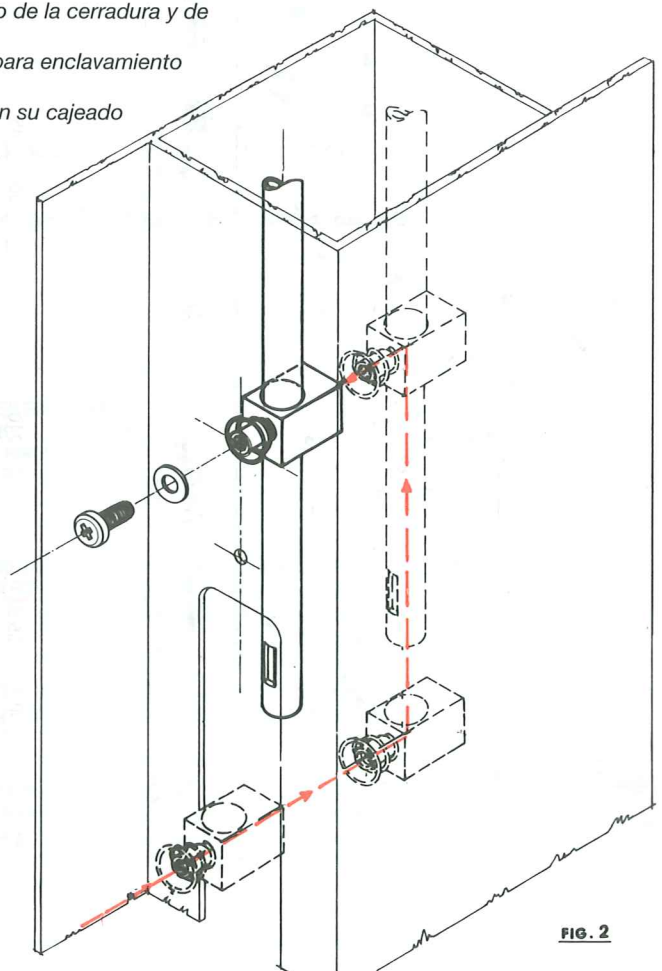
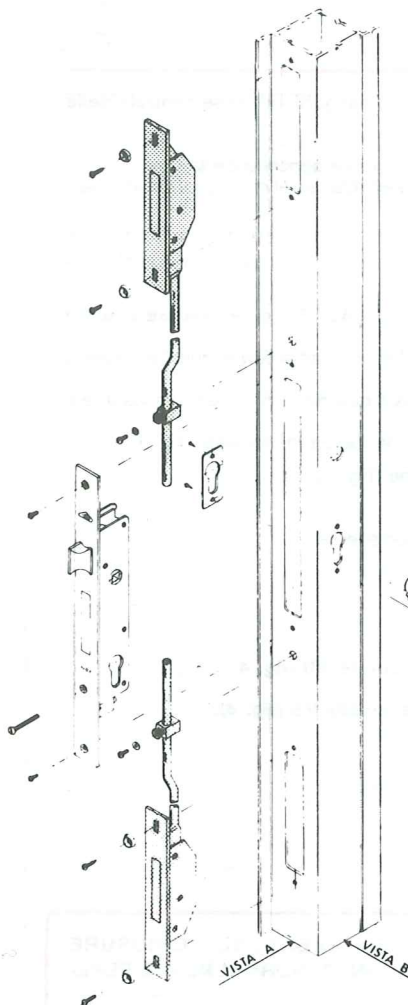

FIG. 2
FIG. 1
- Inserire il puntale mandando in appoggio il corpo sull'asta (fig. 1) e bloccarlo stringendo l'asta in corrispondenza delle gole (fig. 2) con una pinza.
- Insert the top rod into the security rod (fig. 1) and tighten by pliers (fig. 2).
- Introduire la partie de l'embout à l'intérieur de la tige (fig. 1) et serrer les deux (tige et embout inséré dedans) par des pinces (fig. 2).
- Insertar el puntal en la barra (fig. 1), bloquear con una pinza (fig. 2).
1. Infilare nelle costolette guida aste le due piastrine (fig. 1) di fissaggio della serratura.
Put the 2 plates into the rod-guide (fig. 1).
Glisser dans la guide de la tige coulisant les deux contre-plaques de fixation (fig. 1).
Ensertar en el guía-barra las dos plaquitas correderas (fig. 1).
2. Inserire all'interno del profilo due squadrette di traslazione (fig. 2) portando i fori filettati in corrispondenza dell'asola 45 x 5 mm. e avvitare a fondo la vite con testa bassa (fig. 3).
Put the 2 plate rods into the profile (fig. 2) - the screw-thread-holes have to be in correspondence with the $\varnothing 5$ holes - the cheese-head screw should be screwed properly (fig. 3).
Coulisser les deux tiges plates dans le profil (fig. 2) les trous filetés des tiges doivent être en correspondance des trous de $\varnothing 5$ et visser la vis à tête plate (fig. 3).
Ensertar en el perfil las dos varillas (fig. 2) en correspondancia de las oja $\varnothing 5$ de las plaquitas correderas y atornillar con fuerza los tornillos (fig. 3).
3. Inserire la serratura nel profilo infilando gli agganci per l'asta nelle rispettive asole della squadretta di traslazione (fig. 2).
Put the lock into the profile and then insert the rod-hooks in the plate rods holes respectively (fig. 2).
Introduire la serrure dans le profil en glissant les crochets pour la tige dans les trous des tiges plates (fig. 2).
Fijar la cerradura en el perfil ensertando los enganches de las barras en las respectivas ojas de las (fig. 2) plaquitas correderas.
Vérifier avec la clé le fonctionnement correct de la serrure. Glisser les tiges et les visser à la tige plate (fig. 2) avec ses vis (fig. 4).
Eseguire le cave per l'alloggiamento della serratura e dei deviatori (fig. 1). Realizzare i due fori $\varnothing 6$ per l'inserimento dei blocchetti guida aste (fig. 2).
Infine, utilizzando la cava della serratura, i blocchetti guida aste sull'estremità delle aste dei deviatori e spingerli all'interno del profilo facendoli scorrere sulle aste fino a portarli in corrispondenza dei fori $\varnothing 6$ (fig. 2). Tirare l'asta verso il frontale del profilo fino ad inserire nel foro $\varnothing 6$ il collarino filettato del blocchetto; quindi fissarlo al profilo con le apposite viti e rondelle (fig. 2).
Make the relative holes to mortise the lock and the deviators (fig. 1). Make the two holes 6 mm. $\varnothing$ for the rod guide (fig. 2).
Using the lock hole put the rod guide on the rods end of the deviators and push them inside the profile letting them slide on the rods up to the holes of 6 mm. $\varnothing$ (fig. 2).
Perser les trous à fin d'insérer le serrure et les déviateurs (fig. 1).
Faire 2 trou de 6 mm. de $\varnothing$ pour la disposition des guides des tiges (fig. 2).
Infiler les guides des tiges sur les extrémités en utilisant les trous réalisés pour la serrure et pousser ces guides à l'intérieur du profil en les faisant glisser le long des tiges jusqu'à les placer au niveau des trous de 6 mm. de $\varnothing$ (fig. 2).
Le fixer au profil à l'aide de vis et des rondelles appropriées (fig. 2).
Hacer cajeado para alojamiento de la cerradura y de los desviadores (fig. 1).
Hacer los dos taladros de $\varnothing 6$ para enclavamiento de las guías de varilla (fig. 2).